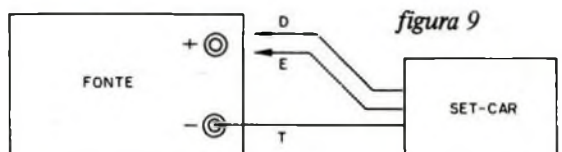

figura 9
Ligue ao pólo negativo da fonte o fio terra (T). Depois encoste no pólo positivo primeiro o fio E e depois o fio D. (figura 9)